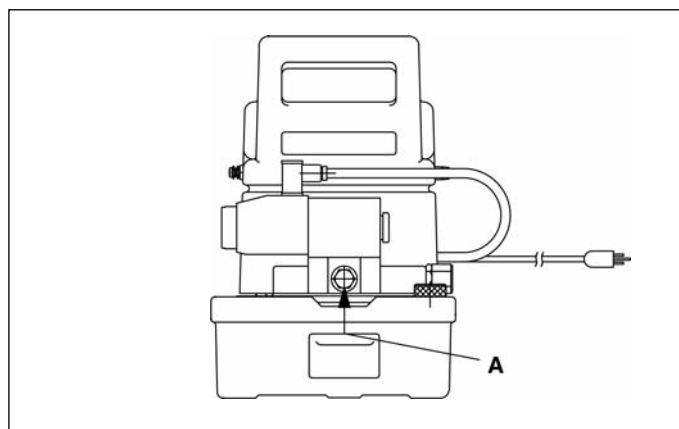

Figura 4
1. La manguera entre la bomba y el cilindro se conecta directamente en la conexión (A) de la válvula de control (vea Figura 4).
2. Si se desea instalar un manómetro, debe montarse un adaptador en la conexión (A) de la válvula. Usar un manómetro de 0-10,000 psi (700 Bar).